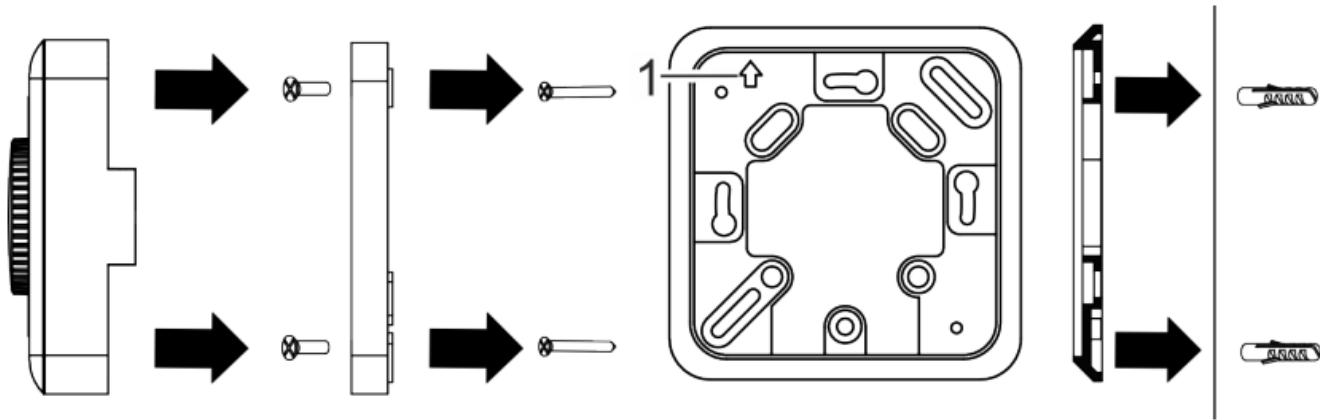

Abb. 4: Gehäuseboden auf Montageplatte montieren
1. Montageplatte mit Schrauben (3,5 x 25 mm) auf die Unterputzdose montieren (Abb. 4).
Der Pfeil (Abb. 4/1) auf der Montageplatte muss nach oben zeigen.
6. Den Gehäuseboden des Geräts mit den Schrauben (3 x 6 mm) auf die Montageplatte montieren (Abb. 4).